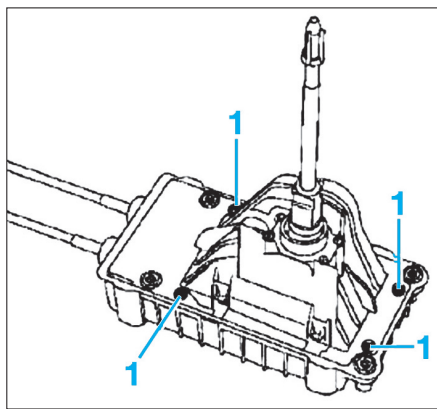

FIG. 13
- Retirer les quatre vis de fixation (1) sur le boîtier de commande (Fig.13).